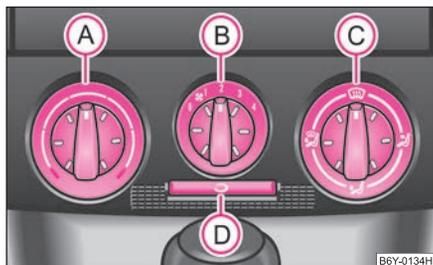

Abb. 85 Heizung: Bedienelemente
- Drehen Sie den Drehregler **A** ⇒ Abb. 85 nach rechts, um die Temperatur zu erhöhen.
- Drehregler **(A)** ⇒ Seite 76, Abb. 85 bis zum Anschlag nach rechts,
- Drehregler **(A)** ⇒ Seite 76, Abb. 85 bis zum Anschlag nach links,
- Drücken Sie die Taste , das Tasten-Symbol  leuchtet auf ⇒ Seite 76, Abb. 85.
Wenn der Luftverteilungsregler  in der Position  ⇒ Seite 76, Abb. 85 steht, wird der Umluftbetrieb automatisch ausgeschaltet. Durch wiederholtes Drücken der Drucktaste  können Sie auch in dieser Stellung den Umluftbetrieb wieder einschalten.
Die Luftzufuhr für die einzelnen Düsen stellen Sie mit dem Luftverteilungsregler  ein ⇒ Seite 76, Abb. 85. Die Luftaustrittsdüsen 3 und 4 können einzeln geschlossen und geöffnet werden.
Aus den geöffneten Luftaustrittsdüsen strömt je nach Stellung des Drehreglers  ⇒ Seite 76, Abb. 85 und nach Klimabedingungen erwärmte oder nicht erwärmte Luft. ■